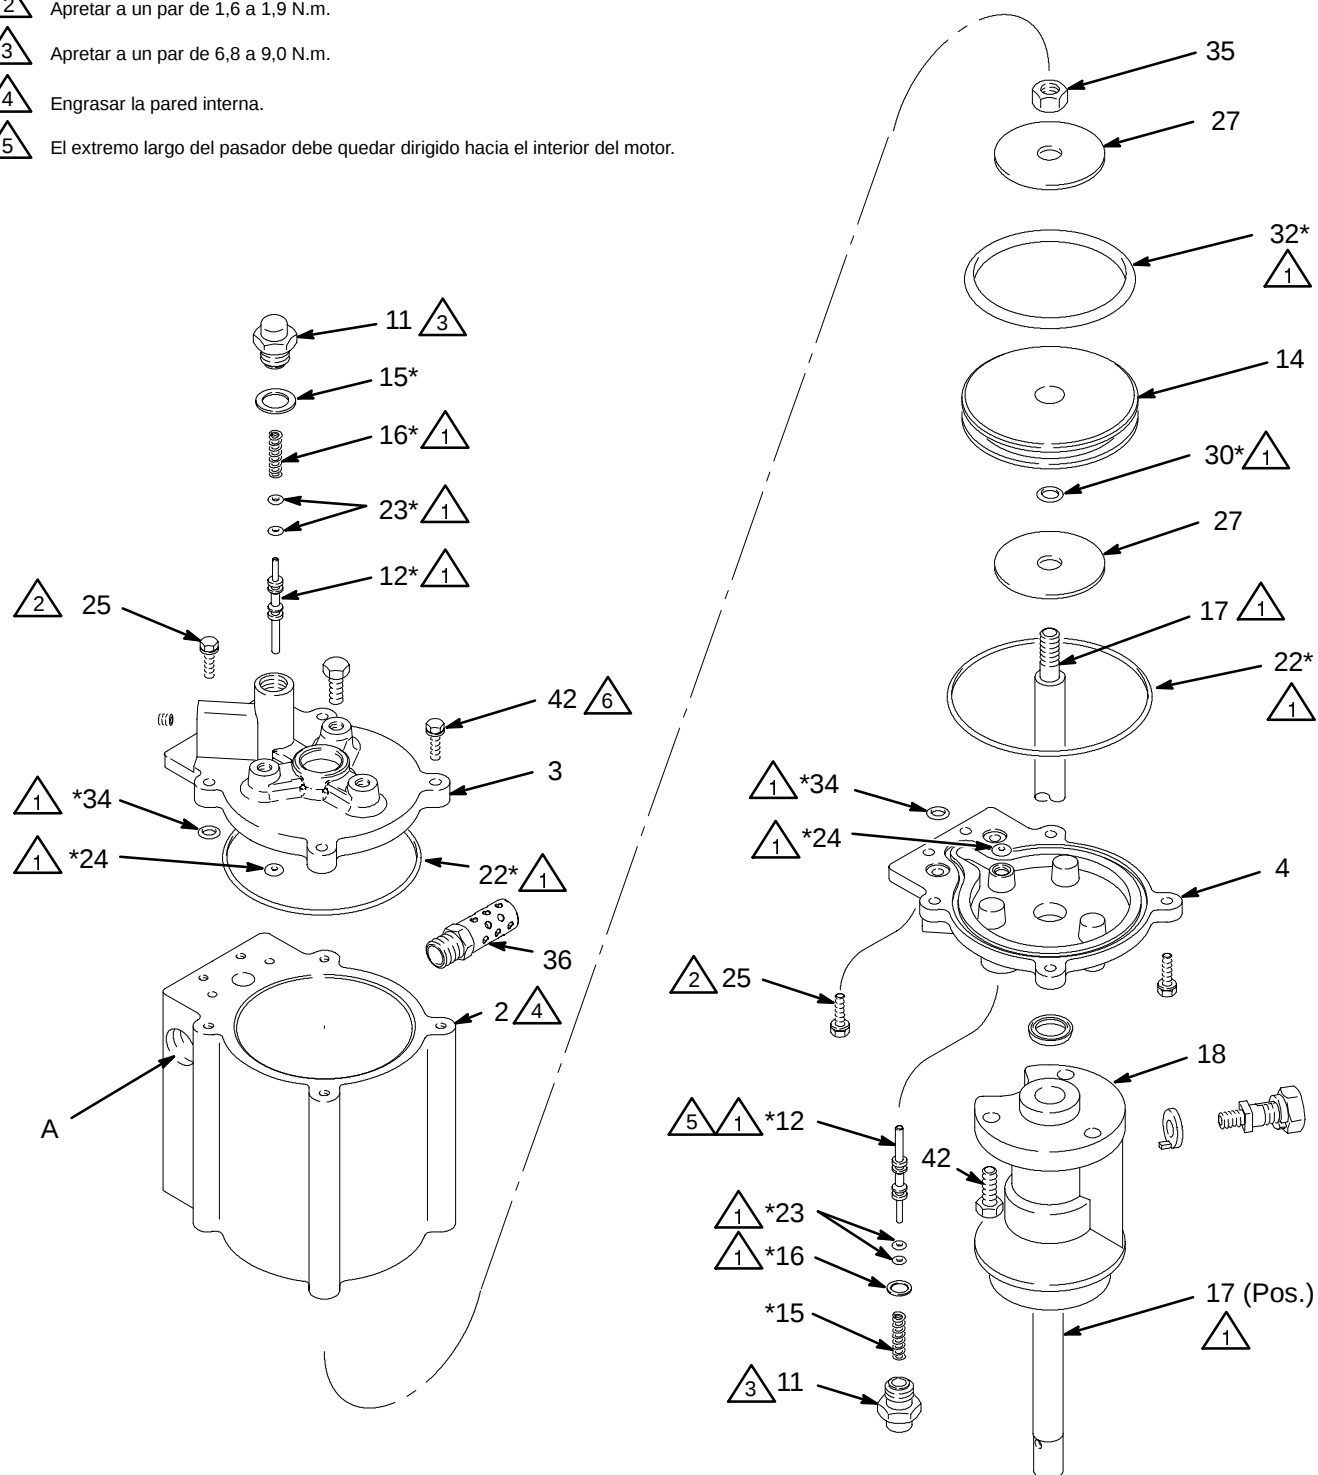

Fig. 11
1. Desconecte el motor neumático (1) de la base de bomba, tal como se explica en la página 15.
2. Saque los seis tornillos (25 y 42) que sujetan la tapa inferior del cilindro (4) al cilindro (2). Levante la tapa del cilindro para exponer el pistón (14). Vea la Fig. 11.
3. Saque el pistón (14) y la varilla del pistón (18) del alojamiento de salida (18) y de la tapa inferior del cilindro (4).
4. Saque la junta tórica del pistón (32\*). Introduzca un punzón por el orificio del extremo de la varilla del pistón (18) para inmovilizarla, y desenrosque la tuerca (35) de la varilla. Saque las dos arandelas (27), la junta tórica (3g\*) y el pistón (14).
5. Coloque el cilindro en posición vertical (2). Saque los seis tornillos (25 y 42) y levante la tapa superior (5).
7. Saque la junta tórica grande (22\*) y las dos pequeñas (34\*) del interior de la tapa superior del cilindro (5). Repita este procedimiento para la tapa inferior del cilindro (4).
1. Engrase la junta tórica grande (22\*) y las dos pequeñas (34\*) e instálelas en la tapa superior del cilindro (5). Repita este procedimiento para la tapa inferior del cilindro (4). Vea la Fig. 11.
2. Instale la tapa superior (5) en el cilindro (2). Asegúrese de que la junta tórica grande (22\*) no se sale de la ranura. Coloque dos tornillos M4 (25) en la parte cuadrada de la tapa y cuatro tornillos M5 (42) en las lengüetas. Apriete los dos tornillos M4 (25) a un par de 1,6 a 1,9 N.m y los cuatro tornillos M5 (42) a un par de 4,0 a 5,1 N.m.
3. Instale una arandela (27), una junta tórica (3g\*), el pistón (14), *con el bisel dirigido hacia la junta tórica (3g)*, y una arandela (27) en la varilla del pistón (17). Enrosque la tuerca autorroscante (35) en la varilla. Instale la junta tórica (32\*) en el pistón (14), y lubríquela.
4. Engrase la varilla del pistón (17) y la pared interna del cilindro (2).
5. Introduzca la varilla del pistón (17) en la tapa inferior (4) y en el alojamiento de salida (18), teniendo cuidado de no dañar la empaquetadura de la copela en U (19) que está dentro de la tapa.
6. Coloque el cilindro (2) sobre el pistón (14). Asegúrese de que la junta tórica grande (22\*) no se sale de la ranura. Coloque los tornillos (25 y 42) en la tapa inferior (4), tal como se explica en el paso 2.
7. Vuelva a conectar el motor neumático (1) a la base de bomba, tal como se explica en la página 15.
1. Saque el tapón de la válvula accionadora (11) de la tapa superior (5). Inspeccione la junta obturadora (15\*) y los muelles (16\*) sin sacarlos del tapón. Si fuera necesario reemplazar la junta, desenrosque la del tapón (11). Vea la Fig. 11.
2. Saque el pasador (12\*) de la tapa superior (5). Saque las dos juntas tóricas (23\*) del pasador.
4. Repita este procedimiento para la tapa inferior del cilindro (4).
1. Si fuera necesario sacar la junta tórica (24\*), debe ser instalada desde el interior de la tapa superior (5). Lubrique la junta tórica. Vea la Fig. 11. Vuelva a colocar la tapa superior. Consulte la sección **Mantenimiento del cilindro y del pistón**.
2. Instale las dos juntas tóricas (23\*) en el pasador (12\*). Engrase el pasador e introdúzcalo en la tapa superior (5). El extremo largo debe quedar dirigido hacia el interior del motor.
3. Enrosque la junta (15\*) en el tapón (11). Engrase el muelle (16\*) y colóquelo en el tapón. Enrosque el tapón en la tapa superior (5) y apriételo a un par de 6,8 a 9,0 N.m.